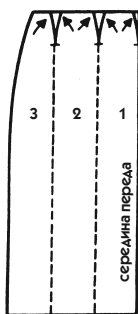

Рис. 230
2. Проведите линии параллельно срединной линии переда, разделив базовое лекало на равные части (например, на 3) и пронумеруйте их (рис. 230).
Когда вам надо разделить глубину вытачки на 2 целые вытачки и 1 половину вытачки, проще делить на число половин (на рис. 230 стрелки показывают 5 половин вытачки).